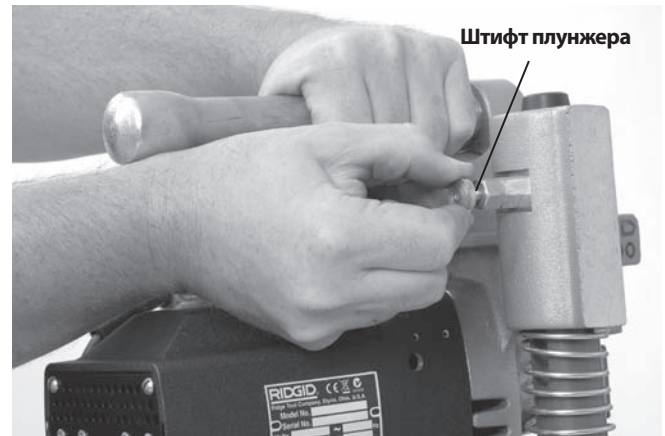

Рис. 7 – Отделение основания в сборе от электродвигателя в сборе
- Отсутствие поломанных, изношенных, потерянных, несоосных или заедающих деталей. Убедитесь, что электродвигатель в сборе вращается плавно и беспрепятственно, не задевая верхнюю и нижнюю стойки основания в сборе. Проверьте, что цепь и поворотная ручка свободно перемещаются. На модели HC-300 проверьте правильность работы контактов вилки и крепление электродвигателя в сборе к основанию в сборе (рис. 7).
1. Поместив станок для вырезания отверстий HC-300 на устойчивую надежную поверхность, потяните за плунжер с задней стороны левой стойки (рис. 7), поднимите двигатель в сборе и снимите его с основания в сборе.